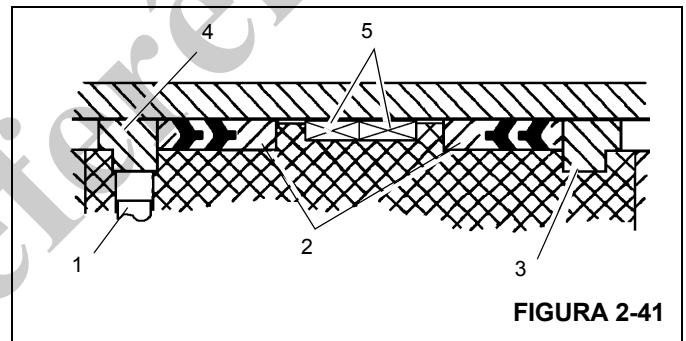

FIGURA 2-41
9. Instale os anéis de trava, os conjuntos de vedações Hydrolock Figura 2-41 e os anéis de desgaste na parte externa do pistão.